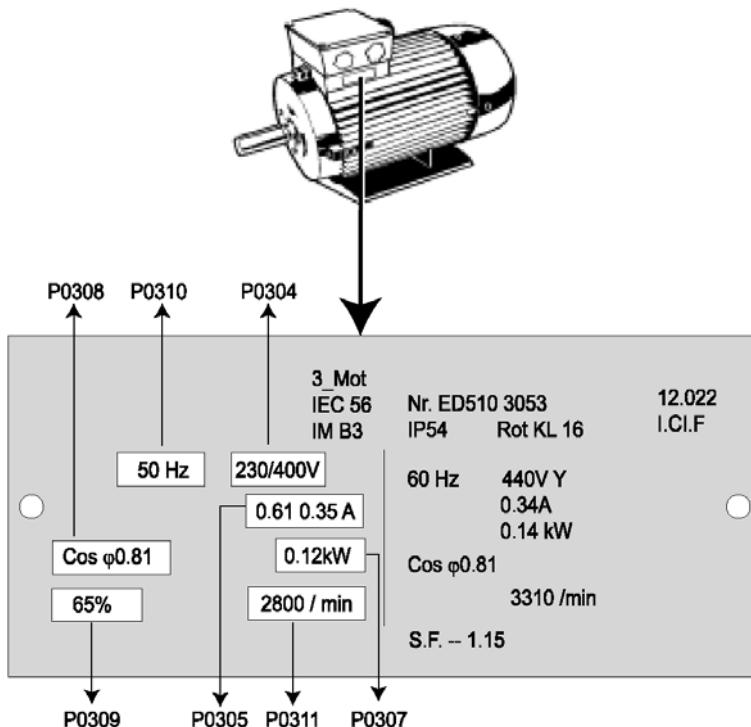

Рисунок 3-7. Пример шильдика на двигателе
- Инвертор программируется под стандартное применение для четырехполюсных двигателей, которые имеют такую же номинальную мощность, как и инвертор. При использовании других двигателей необходимо ввести номинальные данные двигателя. Смотри рис. 3-7 для уточнения, как следует читать данные двигателя.